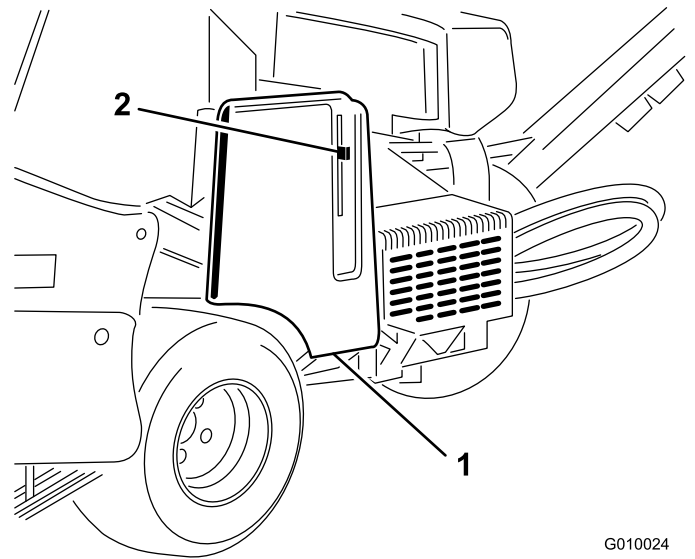
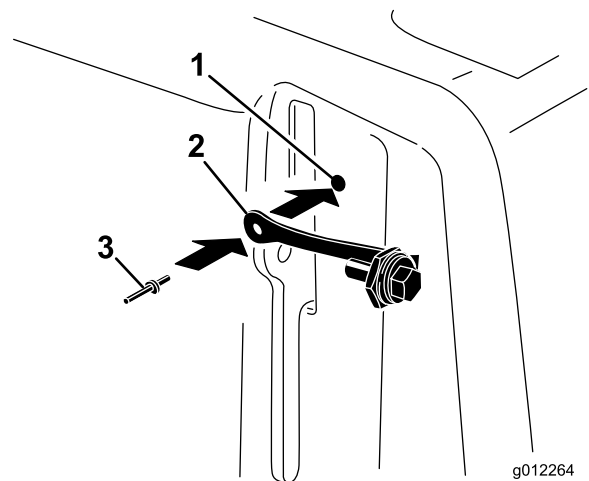

Figura 8
Figura 9
- Localize o furo na cobertura da correia junto da alavanca de bloqueio (Figura 8 e Figura 9).
- Utilizando o furo na cobertura da correia, instale o conjunto do cordão com um rebite emergente (Figura 9).